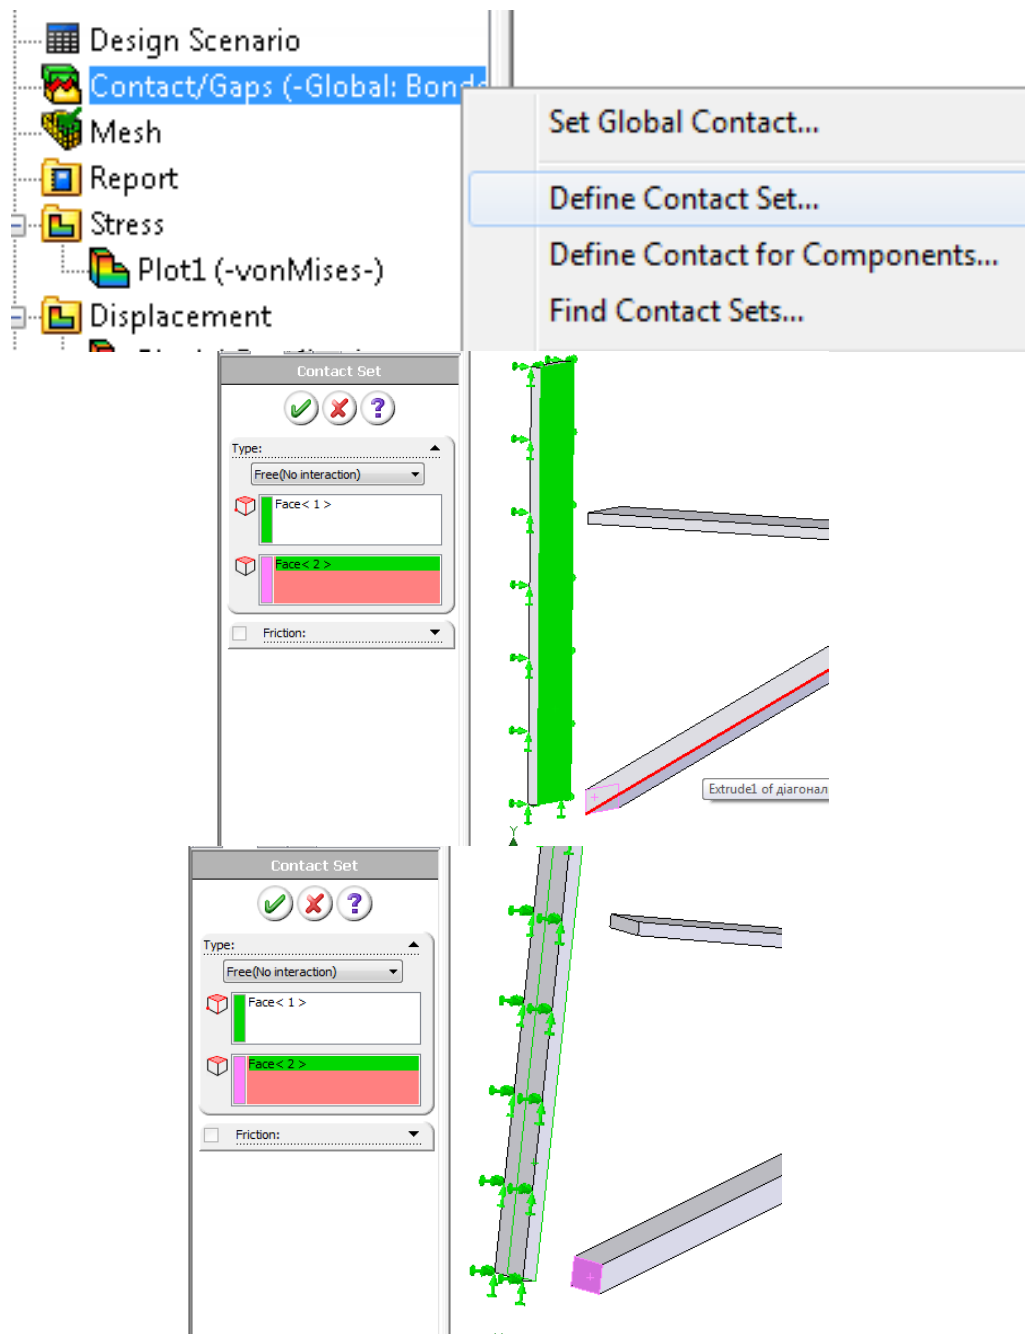

Рис. 6.6. Визначення кінематичних та контактних граничних умов збірки
4. Перевизначимо ГУ дотику діагональної пластини з вертикальною частиною конструкції. Для цього використовуючи локальні ГУ визначимо умови їх взаємодії як **Свободные (Free)** - див . рис. 6.6. Це значить, що ми визначили грані деталей як такі, що не взаємодіють і не впливають один на одного.